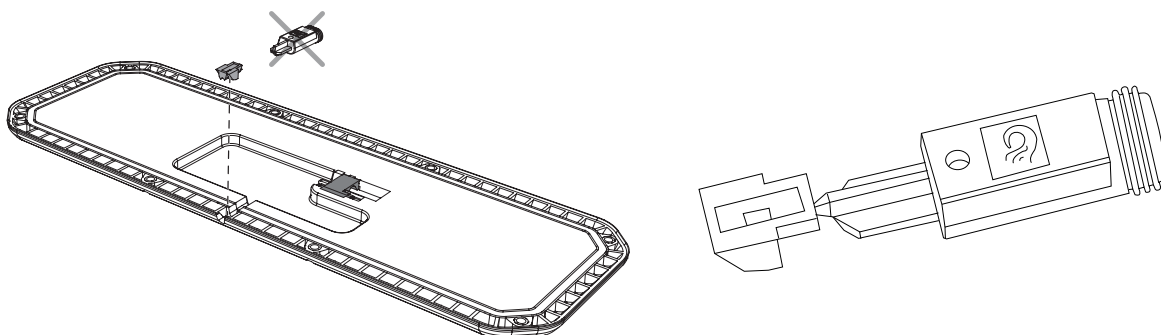

Bild 56. Montering av plugg för tätning av UCU.
4. Bryt försiktigt loss den yttre delen av pluggen och montera i urtaget. Se Bild 56.